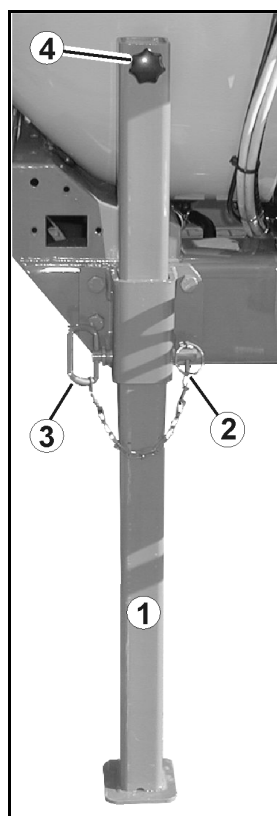

Bild 39
Skjutbart stödben (Bild 39/1) :
1. Lossa låssprinten (Bild 39/2).
2. Dra ut bulten (Bild 39/3).